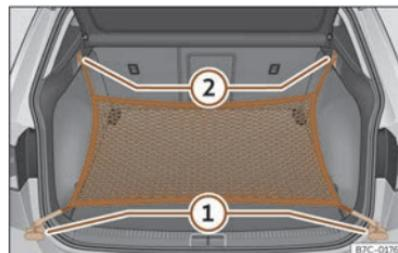

Fig. 170 Nel bagagliaio: occhielli ① e ganci ② per agganciare la borsa di rete.
- Fissare i ganci corti della rete agli occhielli di ancoraggio >>> fig. 170 ① >>> ⚠. La cerniera della tasca dev'essere rivolta verso l'alto.
- Fissare le cinghie nei ganci per appendere borse ②.